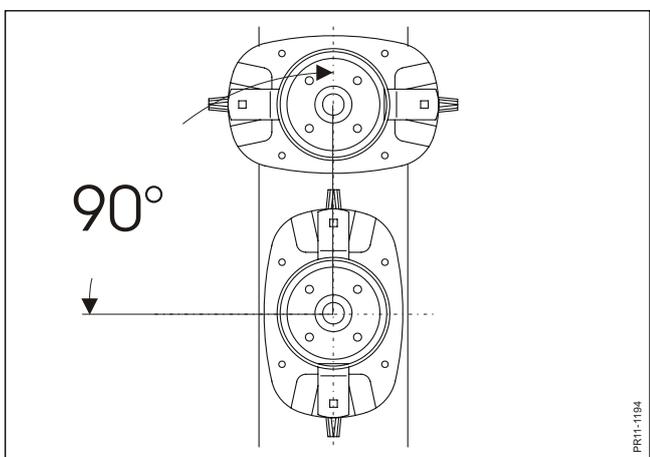

Fig. 5-11
- Fig. 5-11** Falls die Scheiben abmontiert waren, müssen sie wieder um 90° versetzt gegenüber der daneben liegenden Scheibe montiert werden.